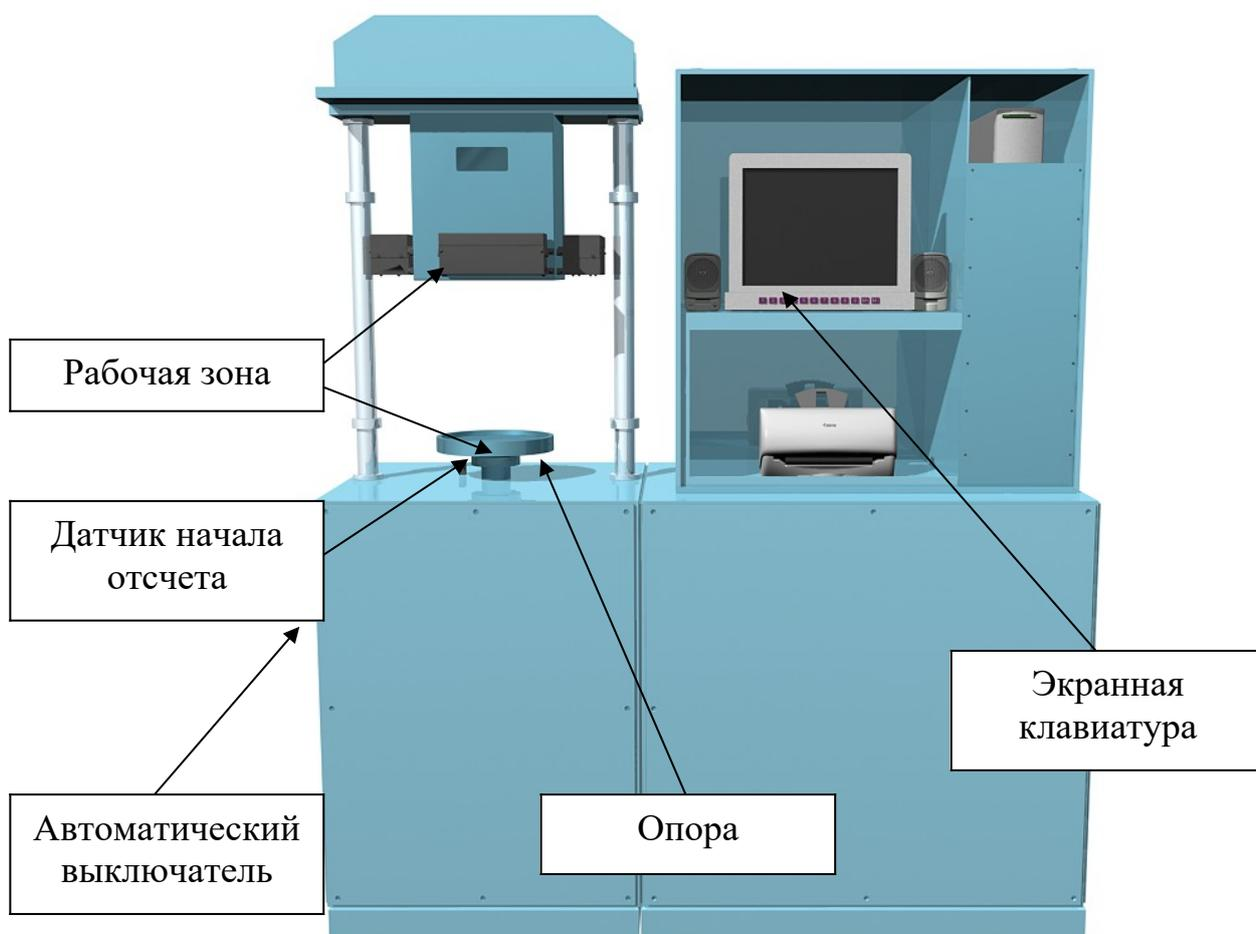

Рисунок 9
Выполнение работы на линии, в соответствии с методикой контроля и испытания пружин (РД 32 ЦВ 050-96) проводить в следующем порядке (рисунок 9):
16.1 Напряжение питания 380 В, 50 Гц, три фазы, через входной кабель питания поступает на автомат, выключатель которого выведен на боковую стенку линии (рисунок 9).